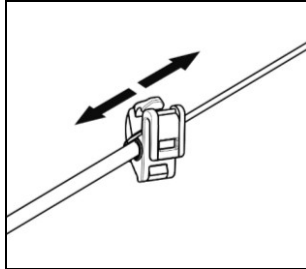

Fig. 24
- Justera mikrofonen (Fig. 24).